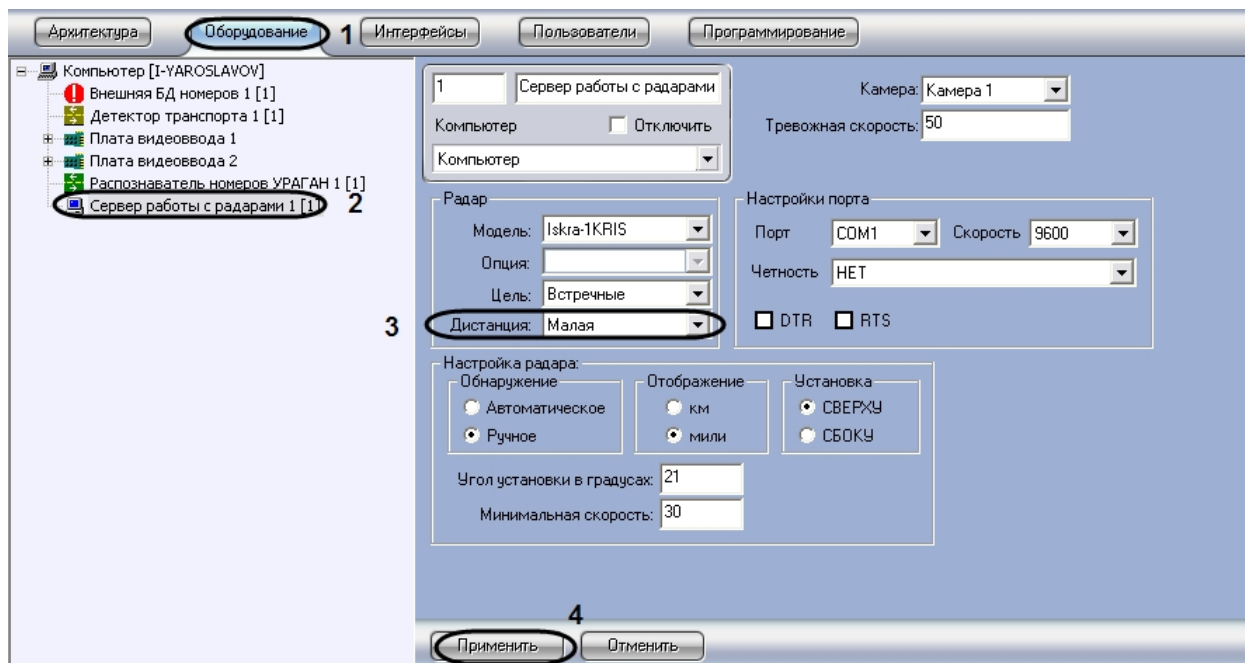

Рис. 56. Выбор дистанции для определения скорости движения транспортного средства
2. В дереве объектов на вкладке «Оборудование» выбрать объект «Сервер работы с радаром», соответствующий настраиваемому программному модулю «Радар». В правой части вкладки «Оборудование» отобразится панель настройки выбранного объекта (см. Рис. 56).